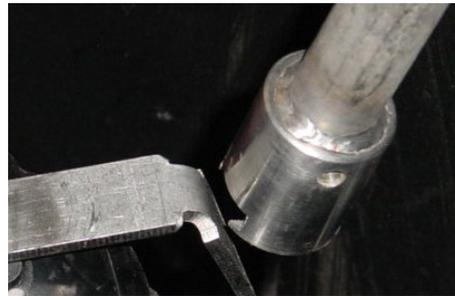
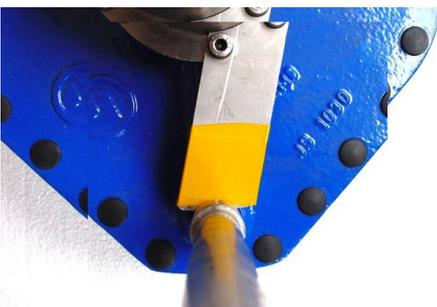
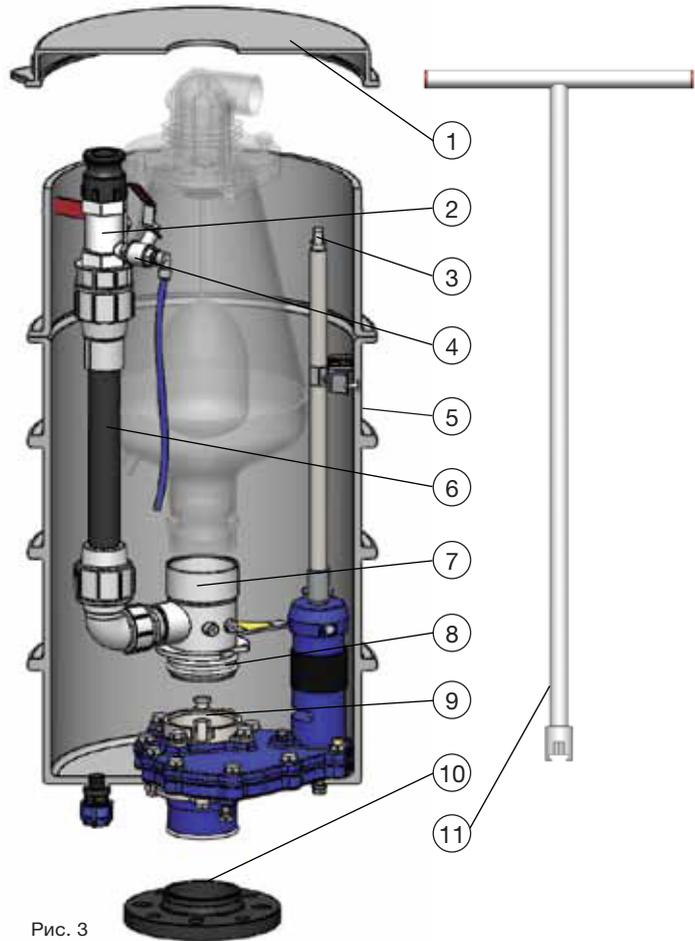

Рис. 2
Рис. 1b - Прохождение предохранительного механизма
Рис. 3
2. Затем закройте шаровой кран (рис. 3, компонент № 4), чтобы сбросить давление из узла
3. Закройте шаровой кран на дренажной системе (рис. 3, № 2)
4. Откройте ножевую задвижку (рис. 3, № 9), повернув шток управления (рис.3, компонент № 3) против часовой стрелки.
1. Закройте ножевую задвижку (рис. 3, № 9), установив Т-образный ключ (рис. 3, № 11) на верхнюю часть штока управления (рис. 3, № 3), и поверните его по часовой стрелке.
2. Откройте клапан сброса давления (рис. 3, № 4)
3. Откройте шаровой кран (рис. 3, № 2) узла обратной промывки
4. Задвиньте нижнюю часть Т-образного ключа (рис. 3, № 11) на ручку из нержавеющей стали, пока он не зафиксируется на месте (рис. 2).
5. Откройте воздушный агрегат, повернув Т-образный ключ и воздушный клапан по часовой стрелке (рис. 1b и 1c)
6. Поднимите и извлеките воздушный клапан из корпуса коробки клапана (рис. 3 № 5)
1. Уплотнительные кольца на адаптере должны быть смазаны (рис. 3 № 8)
2. Вставьте воздушный клапан в сборе в ножевую задвижку (рис. 3 № 9)
3. Зафиксируйте воздушный клапан в сборе в ножевой задвижке, повернув Т-образный ключ (рис. 3 № 11) и воздушный клапан в сборе против часовой стрелки (рис. 1b и 1a)